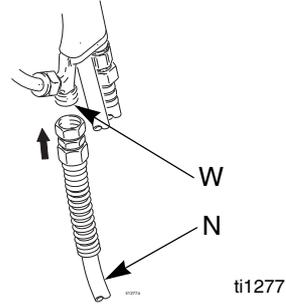

FIG. 6
4. Raccordez la conduite de fluide sur l'entrée de fluide 3/8 npsm (W) du pistolet (FIG. 6).